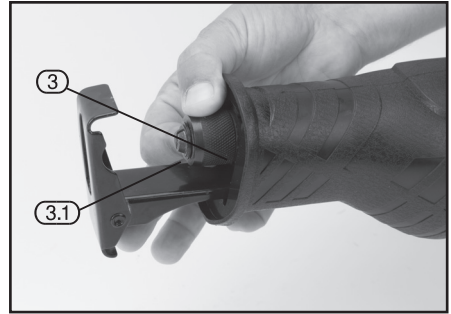

FIG.1
8.1 BLADE INSTALLATION - FIGS. 1 - 2